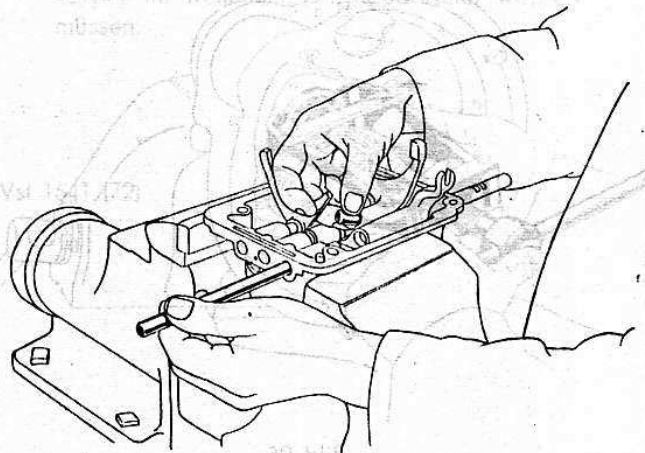

Bild 102
- Achtung: Sperrkugeln und Druckfedern durch Nachschieben eines Bolzens festhalten (Bild 102).